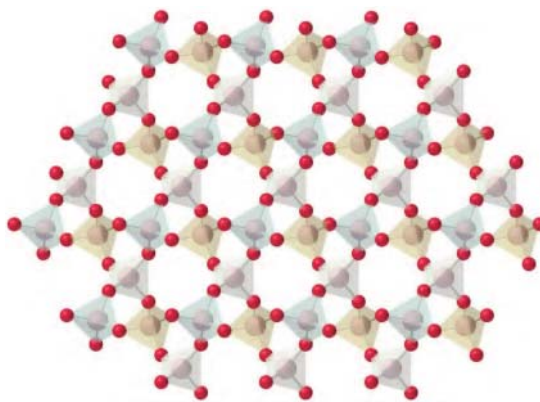

Рис. 35. Строение оксида кремния(IV)
**Кристаллы** — это твёрдые вещества с упорядоченным расположением структурных единиц (атомов, ионов, молекул). Кристаллы имеют естественную форму многогранников, расположение структурных единиц симметрично и многократно повторяется (рис. 35).